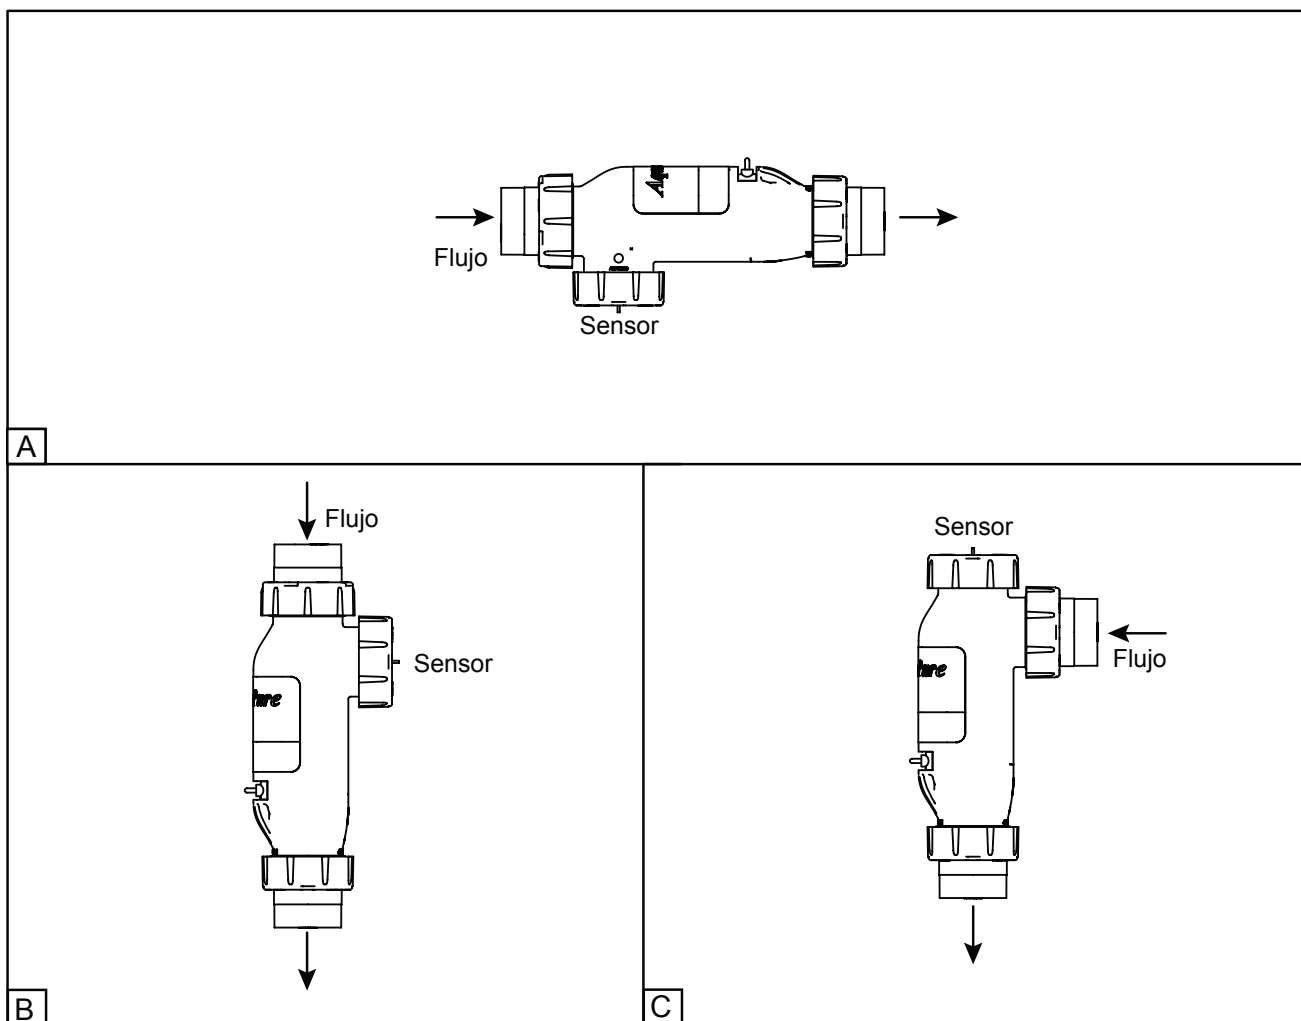

Figura 3. Orientación de la celda y el sensor del generador de cloro con respecto a la dirección del flujo
La instalación preferida es aquella en la que la Celda y los Sensores son instalados en la línea de retorno de la piscina (corriente abajo) después de todo el equipo de la piscina (el filtro, el calentador, paneles solares, etcétera.). La Celda y el adaptador del Sensor son diseñados para ser instalados en tubería DE PVC de 2". Los adaptadores pueden servir para sistemas con tuberías de 1 ½". La figura 3 muestra configuración de la celda y del sensor con dirección del flujo. Las figuras 4 y 5 ilustran las configuraciones recomendadas de plomería, las cuáles dan como resultado la operación más confiable.
2. Es recomendado que el Sensor de flujo/temperatura/salinidad y la Celda Electrolítica sean instalados en la línea de retorno de la piscina después del filtro y el calentador. La Celda puede ser instalada ya sea en una posición horizontal o vertical (como se muestra en Figura 3).
3. Posicione al Sensor de flujo/temperatura/salinidad y la Celda en la posición recomendada (vea página 8 Figura 3, página 9 Figuras 4 y 5, y página 5 Figura 1).